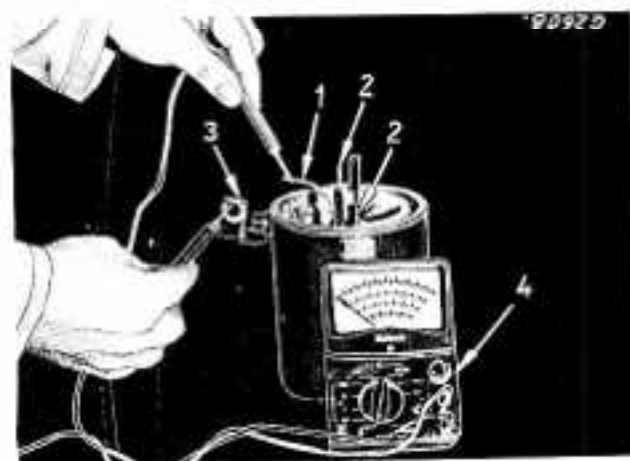

Bild 252
Anmerkung: Bei 4 PS Polgehäuse muß vor der Prüfung das Ende der Nebenschlußwicklung (1) Bild 252 ausgelötet werden.
Die Taster eines Ohmmeters (4) Bild 252 oder eine 12 Volt Prüflampe an Anschluß (3) und jeweils an ein Wicklungsende halten.